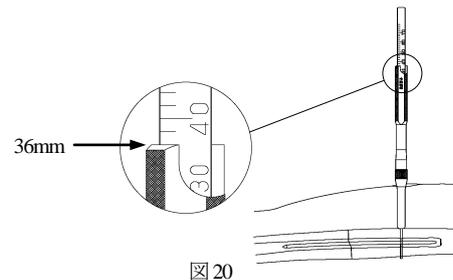

図 20
- 4) ロング用ディスタルデプスゲージの先端フックを内側皮質に引っ掛け、スクリー長を計測します。 (図 20)